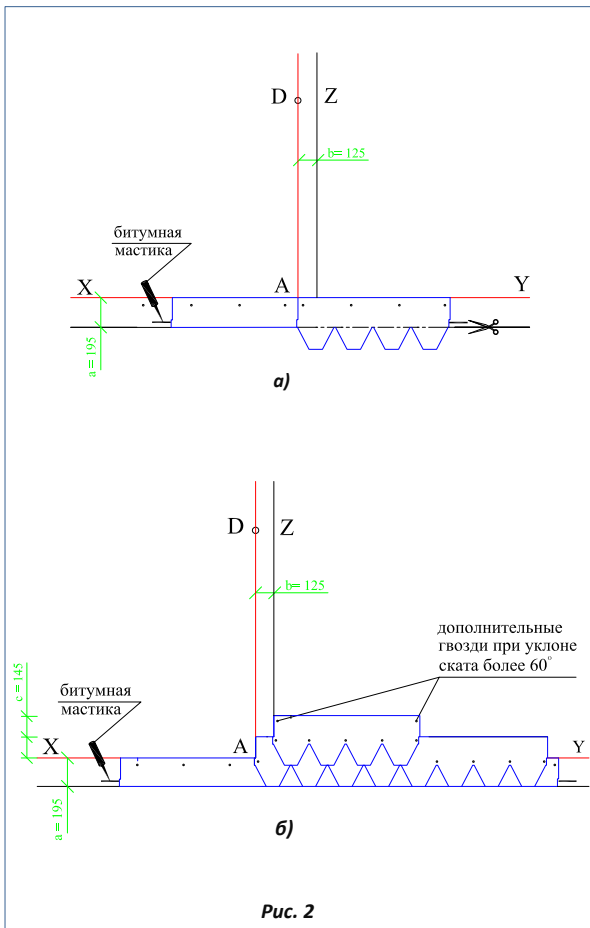

Рис. 2
**Укладка материала (рис. 2)**
- Начальный ряд формируется из листов черепицы **ЛЕМЕХ** с обрезанными лепестками. Полученные таким образом полосы шириной 19,5 см укладываются по линии карниза в обе стороны от линии Z (рис. 2а) и фиксируются по нижнему краю битумной мастикой, а по верхней кромке 4 гвоздями (ось гвоздей на 5 см ниже верхнего края полосы);
- далее первый ряд черепицы укладывается от линии AD (рис. 2б);
- второй ряд укладывается от линии Z (со смещением 12,5 см от AD) (рис. 2б);
Каждый лист гибкой черепицы **ЛЕМЕХ** крепится 5 гвоздями таким образом, чтобы гвоздь прошивал и верхний край нижележащего листа черепицы (рис. 2б). При укладке черепицы на скатах с уклоном больше 60° лист должен крепиться 7 гвоздями (рис. 2б).